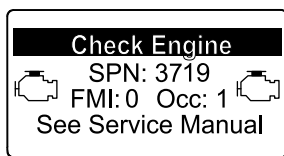

Figura 48
- Aviso do motor SPN 3719, FMI: 0 (Figura 48)